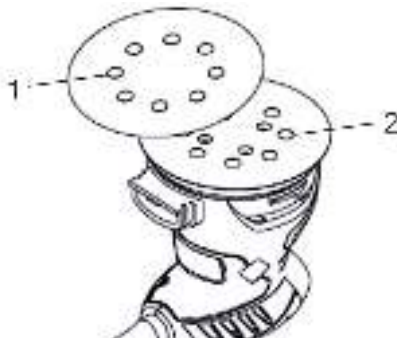

Рис. 2
- Совместите отверстия на абразивном круге (рис.2, поз. 1) с отверстиями на подошве (рис. 2, поз. 2).